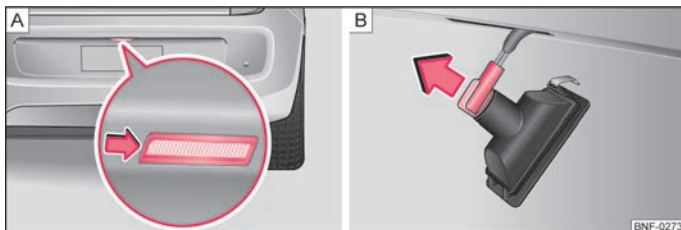

Bild 122 Byta glödlampa till nummerskyltbelysningen.
- Stick in ett passande, tunt föremål, t.ex. en skruvmejsel, i urtaget i pilområdet och bänd försiktigt ut nummerskyltbelysningen ur stötfångaren → bild 122 - [A].
- Vrid lampsockeln **moturs** och dra ut denna i pilens riktning → bild 122 - [B].